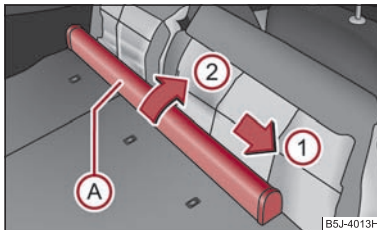

Abb. 67 Rücksitze: Netztrennwandgehäuse
- Schieben Sie das Netztrennwandgehäuse **A** ⇒ Abb. 67 in Pfeilrichtung **1** und nehmen Sie es aus der Aufnahme der rechten Rücksitzlehne in Pfeilrichtung **2** heraus.